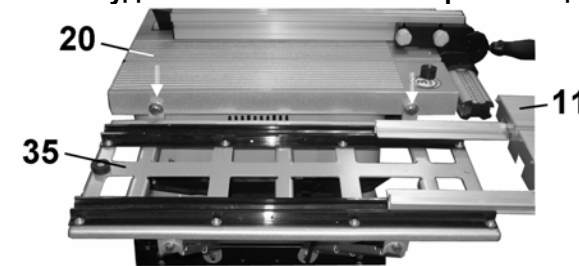
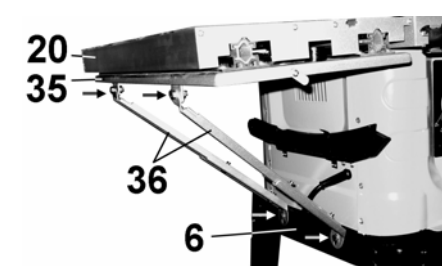

Рис.9
Рис.10
8.4.1. К рабочему столу (20) закрепите болтовым соединением раму (35) каретки (11), Рис.9. Раму (35) и верхнюю планку (6) основания пилы соедините составными распорками (36), Рис.10.